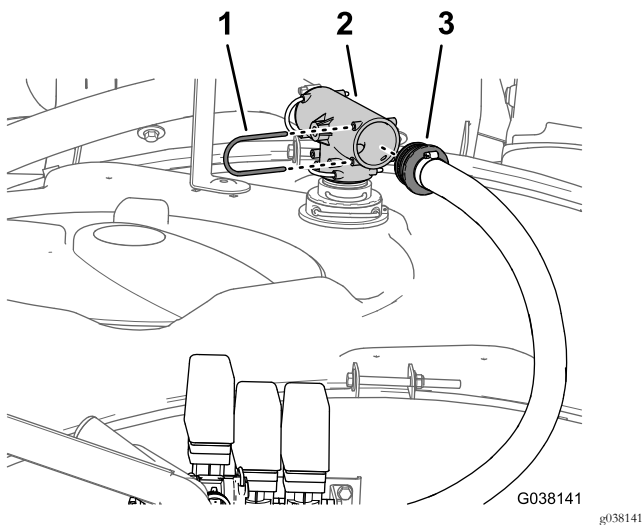

Figura 25
5. Nella parte superiore del serbatoio dell'irroratrice, rimuovete il fermo che fissa il raccordo diritto dentellato del flessibile di bypass al raccordo a T (Figura 25).
6. Rimuovete il raccordo diritto dentellato dal raccordo a T (Figura 25).